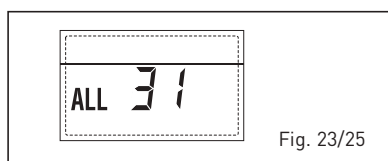

Fig. 23/25
- ANOMALIA CONFIGURAZIONE IMPIANTO TRE ZONE "ALL 32" (fig. 23/26)